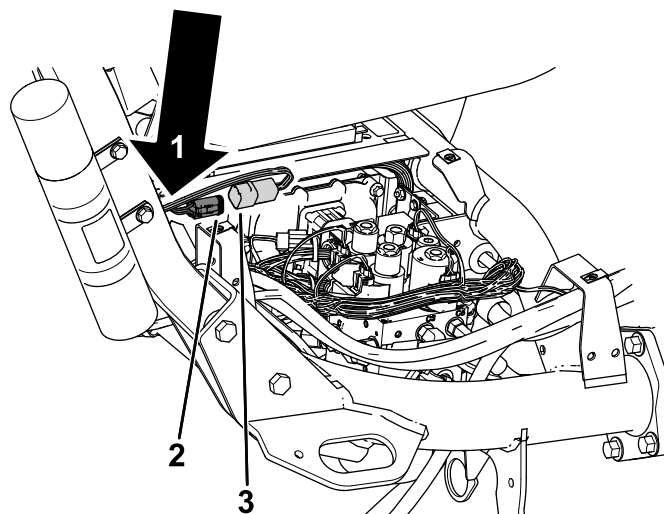

**Figure 10**
4. Déposez le couvercle droit (Figure 10) de la machine.
8. Reposez le couvercle droit (Figure 10) de la machine.